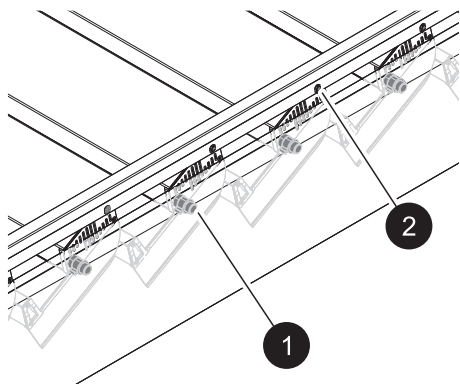

Fig. 19 : Palier lisse
3. Lubrifier les points de rotation droit et gauche (fig. 19/1).
4. Lubrifier le point de rotation sur la goupille moteur (fig. 19/2).